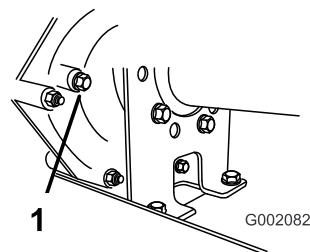

Figura 56
2. Retire el perno del orificio indicador del nivel (Figura 56).